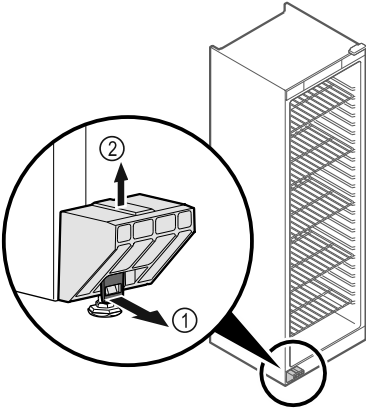

Fig. 1
- Patraukite plokštelę Fig. 1 (1) į priekį.
- Ištraukite transportavimo fiksatorių Fig. 1 (2) į viršų.